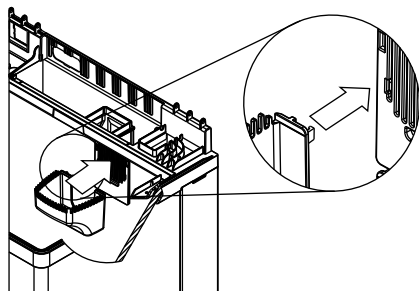

図15：オーバーフローボックスの取り付け
- 1.オーバーフローボックスをスリットに取り付けます。オーバーフローボックスの背面にあるツメをスリットの下部にある溝に差し込みます（図15）。